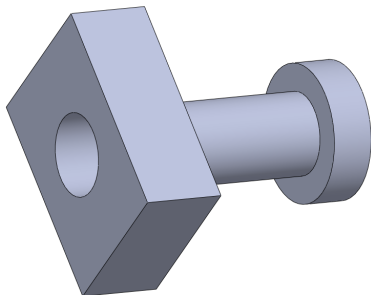

图 10-31 打开素材模型
(1) 单击常用工具栏中的【打开】按钮，打开一幅素材模型，如图 10-31 所示。